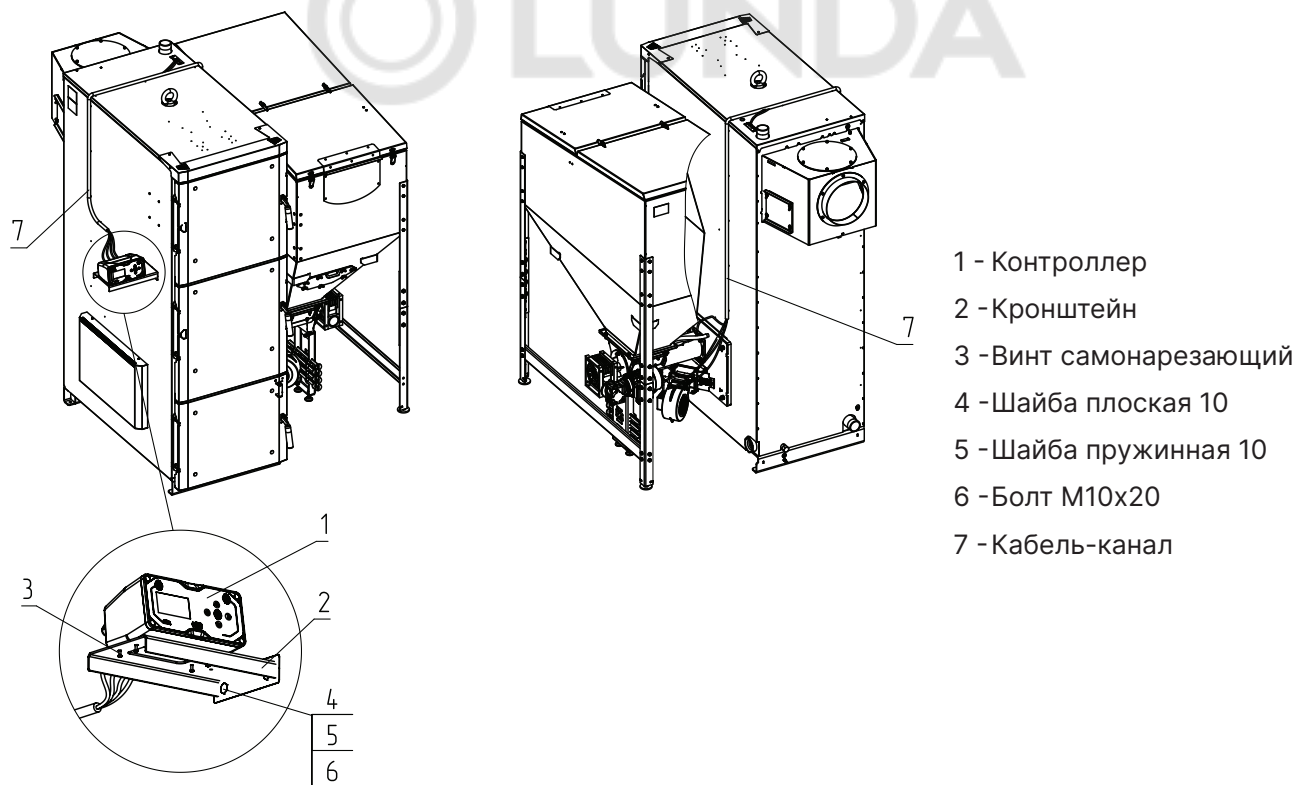

Рис.15 Монтаж контроллера для котлов от 80 кВт
4. Закрепите кабель-канал (Рис.15, поз.7), используя отверстие крепления кабелей на корпусе котла в соответствии в Рис.15.